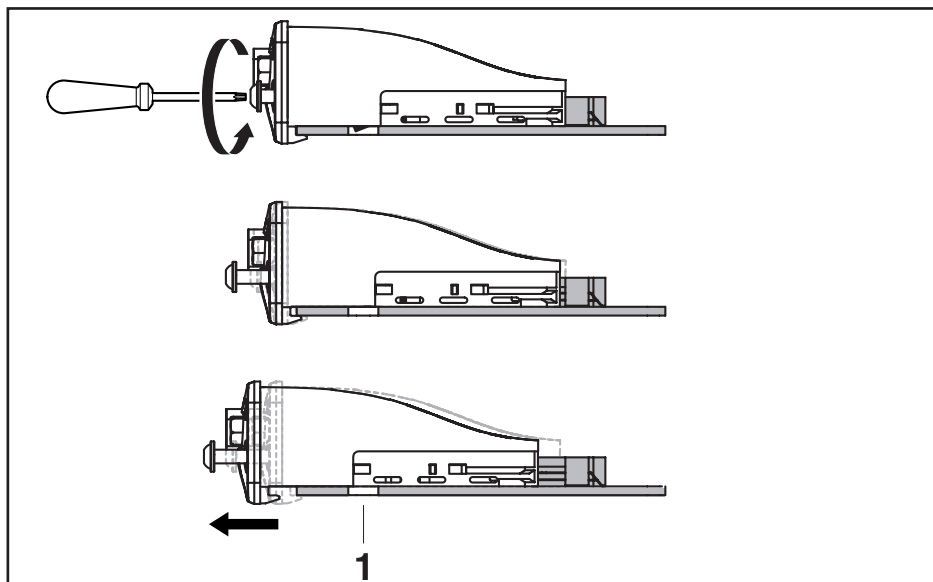

Fig. 4: Soltar a retenção
2. Soltar os parafusos de soquete dianteiros. O módulo de interface IMpdp só pode ser totalmente retirado quando a retenção tiver sido completamente solta (ver fig. 4).